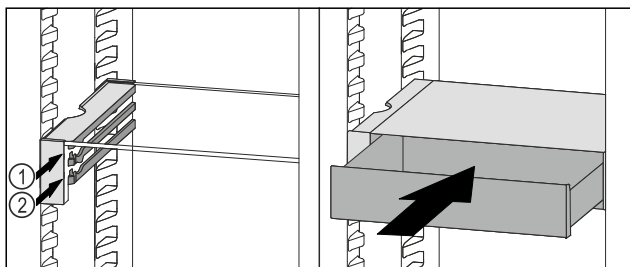

Fig. 127
- VarioSafe-Schubfach hinter den Stoppern auf gewünschter Rippe Fig. 127 (1) oder Fig. 127 (2) aufsetzen.